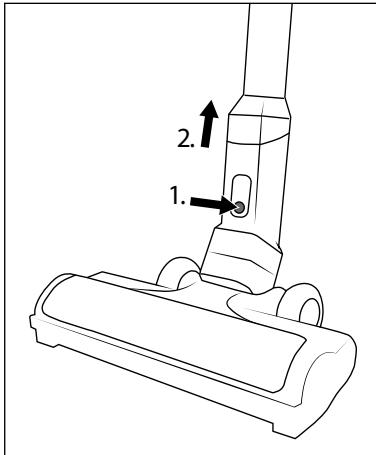

Abb. 11
- ◆ Um die Bodenbürste **21** vom Saugrohr **23** zu entfernen, halten Sie die Bodenbürsten-Entriegelungstaste **22** gedrückt und ziehen Sie das Saugrohr **23** von der Bodenbürste **21** ab (siehe Abb. 11).